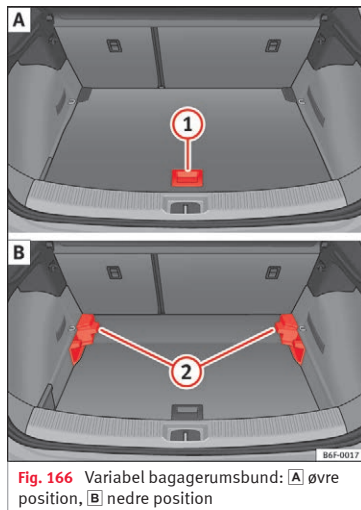

Fig. 166 Variabel bagagerumsbund: **A** øvre position, **B** nedre position
- Løft bagagerumsbunden i grebet » **Fig. 166** ①, og træk den så langt tilbage, at den forreste del ligger helt over føringerne ②.
- Skub nu bagagerumsbunden helt fremad mod bagsæderyglænet, og sænk den ved hjælp af grebet ①.